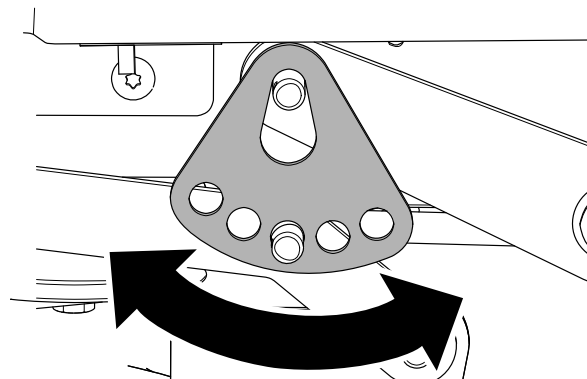

**Figure 61**
6. Retirez la goupille fendue et la rondelle de l'axe inférieur du bras de levage (**Figure 61**).